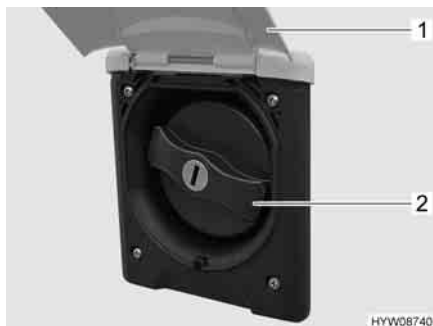

Fig. 168 Coperchio per bocchettone di riempimento dell'acqua potabile
- Sollevare lo sportello esterno (Fig. 168,1).
- Ruotare il coperchio blu (Fig. 168,2) di un quarto di giro.